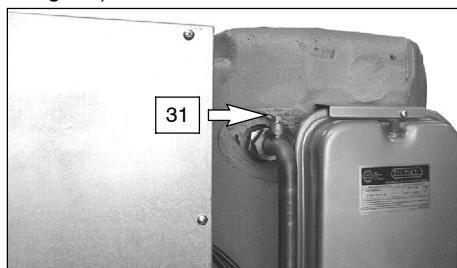

fig. 6.4
- 8 Allentare lo sfiato del serpentino bollitore (31 in fig. 6.4).
- 10 Riempire l'impianto di riscaldamento vedi sez. 3.1 a pag. 9 e richiudere lo sfiato serpentino bollitore (31 in fig. 6.4) quando da questo inizia ad uscire acqua.